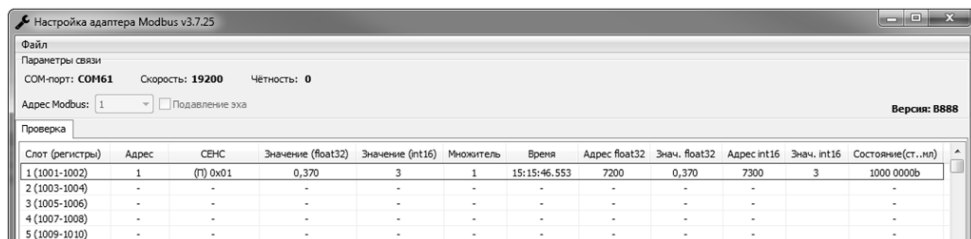

Рисунок 9 – Проверка работы текущих настроек слотов опроса
3.5.7.1 Проверка работы текущих настроек слотов опроса, записанных в адаптер, осуществляется во вкладке «Проверка» (рисунок 9).